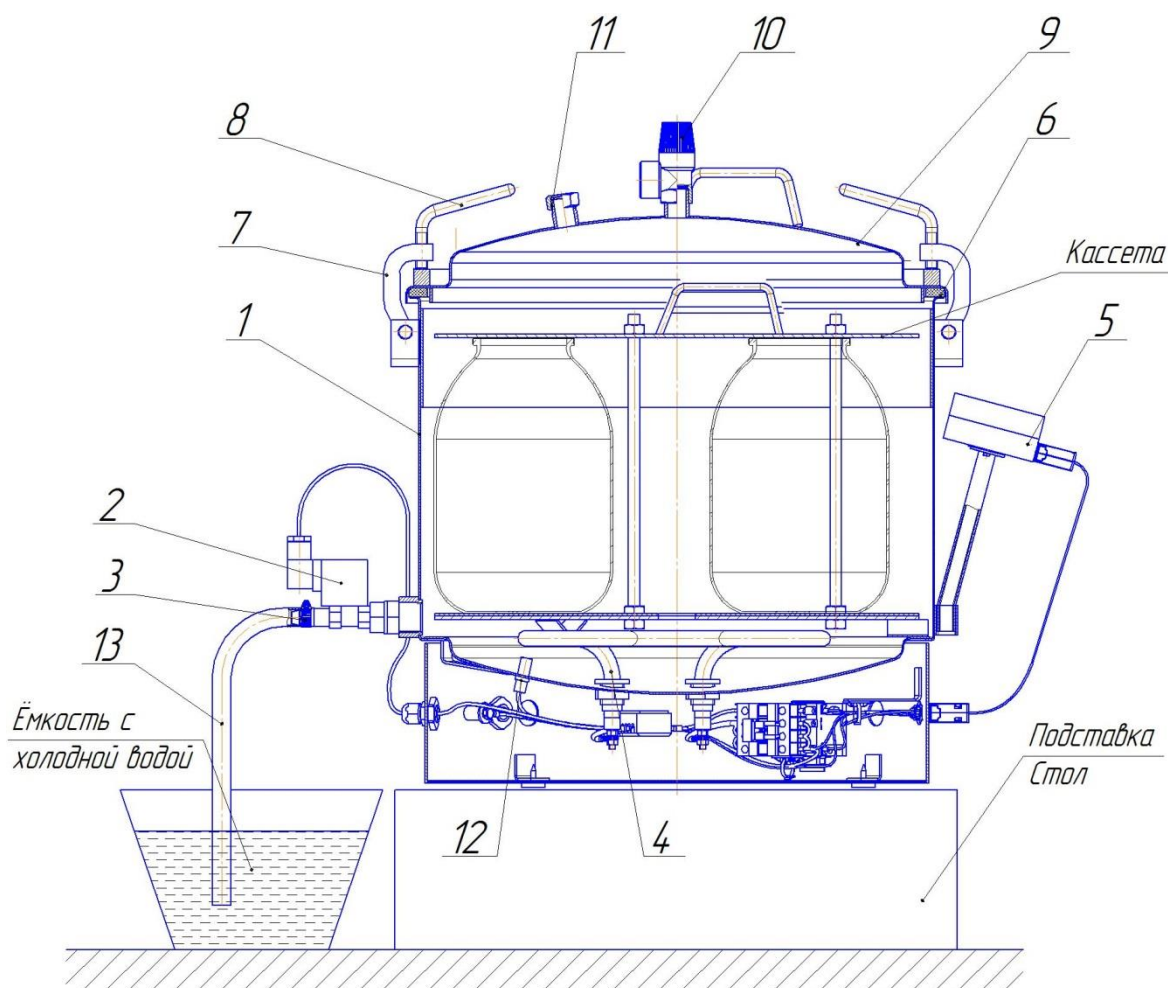
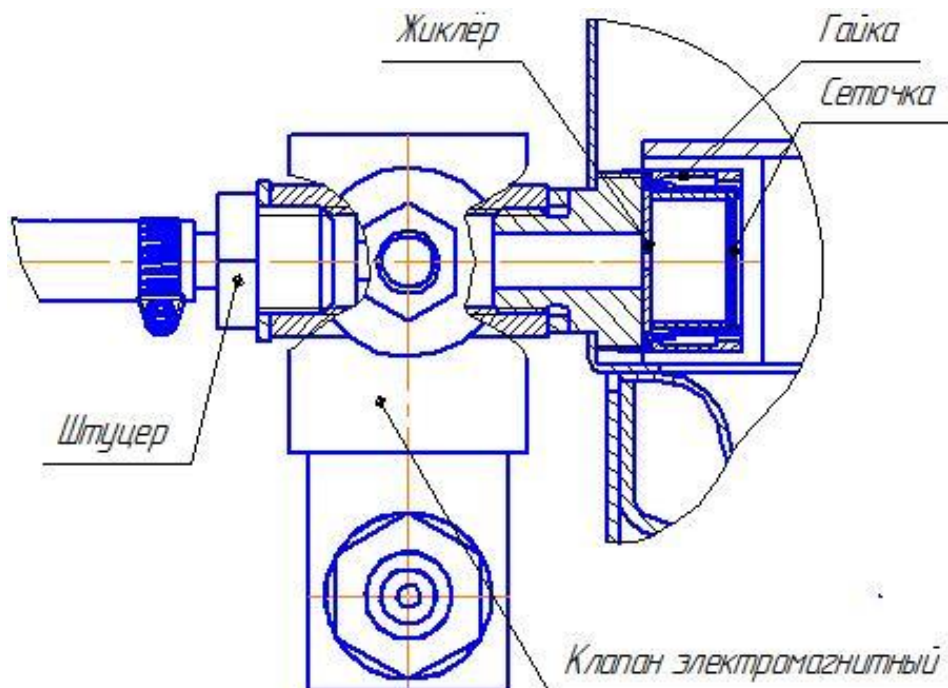

Рис. 1. Автоклав в сборе
Рис. 5. Установка электромагнитного клапана.
4.4. Для защиты от брызг и пара при сливе воды с температурой свыше 100 °С, конец шланга слива 13 (рис.1) опустить в ведро (или другую ёмкость) с небольшим количеством холодной воды (водяной затвор) и закрепить его (например, привязав шланг к ручке ведра), иначе возможны хаотичные движения шланга с выбросом пара и горячей воды во все стороны в первые минуты слива воды.
— не вывинчивать упоры зажима крышки 8 (рис. 1) автоклава;
— при необходимости сбросить давление в автоклаве, повернуть головку предохранительного клапана 10 (рис.1), до полного прекращения выхода пара (для предотвращения попадания пара на руку одеть защитную перчатку);
— вывинтить упоры 8 (рис. 1), отбросить прижимы 7 и снять крышку 9;
6.2. Установить автоклав на подставку (рис.1).
6.4. Вкрутить штуцер (рис. 5) в клапан. Надеть конец шланга слива 13 (рис.1) на штуцер и закрепить его хомутом 15, другой конец опустить в ведро (или другую ёмкость) с небольшим количеством холодной воды и закрепить его (например, привязав шланг к ручке ведра) (смотри п. 4.4.). Для удобства удаления выливаемой воды заранее установить рядом второе пустое ведро.
6.5. Проверить затяжку заглушки с прокладкой 11 (рис. 1).
6.8. Налить в корпус 1 (рис.1) воду, при этом уровень воды должен быть на 2 см ниже верхней кромки корпуса. Для повышения качества консервируемых продуктов и сокращения времени нагрева рекомендуется наливать воду в автоклав с температурой 60⁰ С.
Для этого (см. рис. 5): выкрутить гайку 6 (против часовой стрелки), вынуть жиклёр и сетку, тщательно промыть их проточной водой. После чистки и мойки установить их на место и закрутить гайку.